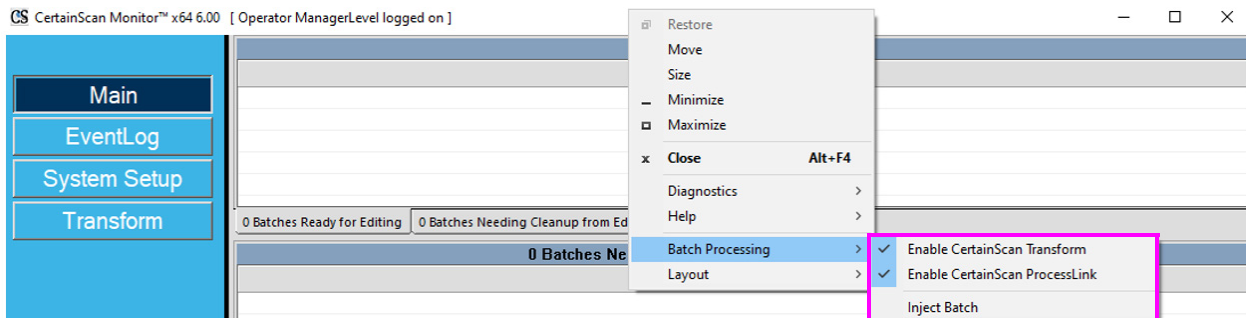

Abbildung 2-22: Zugriff auf Stapelverarbeitung
- Aktivieren/Deaktivieren von CertainScan Transform und ProcessLink zusammen mit der Möglichkeit, Stapel einzuspeisen. Klicken Sie mit der rechten Maustaste in die Kopfzeile und wählen Sie eine der Optionen unter **Stapelverarbeitung** (Abbildung 2-22).